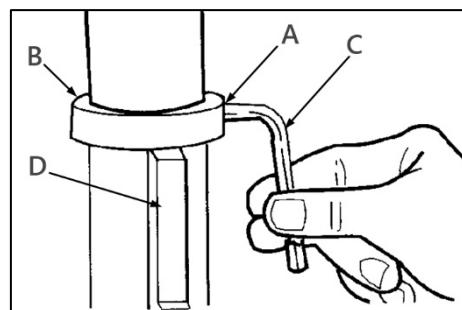
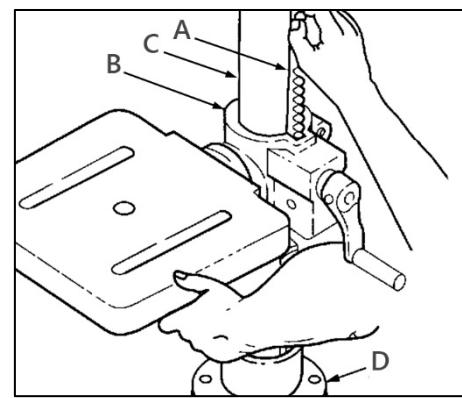

Рисунок 3.
Рисунок 5.
Ослабьте установочный винт (A) (рис. 3) на зажимном кольце (B) при помощи шестигранного ключа 3 мм (C), снимите кольцо и зубчатую рейку (D) с колонны.
Установите зубчатую рейку (D) так, чтобы ее длинный гладкий конец смотрел вверх (рис. 3), в таком положении вставьте ее в паз кронштейна (B) стола (рис. 5). Соедините зубчатую рейку (A) с шестерней, расположенной внутри паза, в зацеп. Удерживая зубчатую рейку (A) и кронштейн (B) стола вместе, опускайте их вниз по колонне (C), пока они не упрются во фланец (D) колонны.
Установите зажимное кольцо (B) (рис. 3), затяните установочный винт (A) при помощи шестигранного ключа 3 мм (C), чтобы зубчатая рейка (D) могла перемещаться при повороте стола влево или вправо вокруг колонны, кольцо должно сидеть на зубчатой рейке свободно, перпендикулярно колонне. Затяните установочный винт так, чтобы только удерживать кольцо на месте, иначе деталь может сломаться из-за высокого давления.